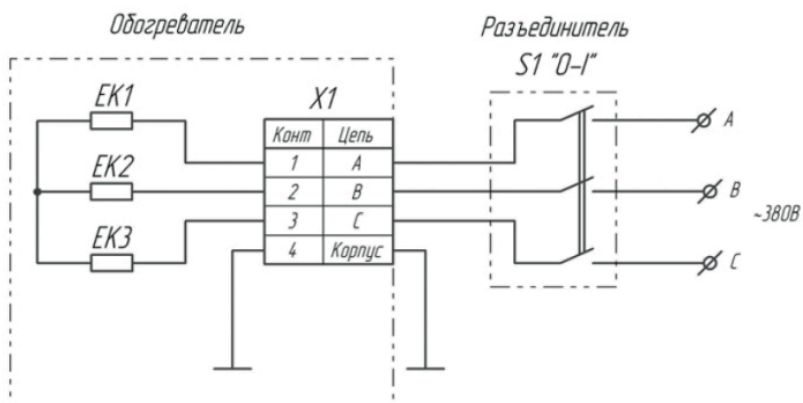

Рис. 2. Схема подключения обогревателя
5.3 Схема подключения обогревателей приведена на рис.2 Приложения.
- подсоединить провода к клеммной колодке обогревателя согласно рис.2